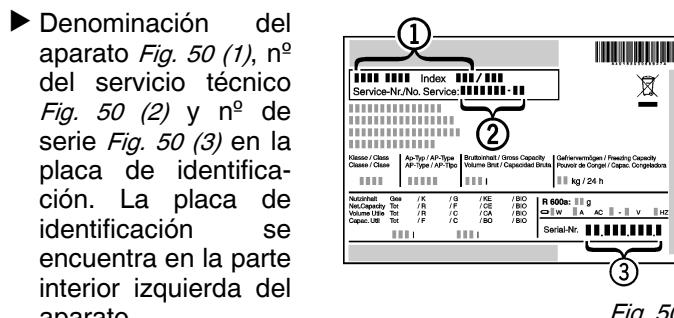

Fig. 50
- ▶ Denominación del aparato Fig. 50 (1), nº del servicio técnico Fig. 50 (2) y nº de serie Fig. 50 (3) en la placa de identificación. La placa de identificación se encuentra en la parte interior izquierda del aparato.
- ▶ Informe al servicio postventa e indique el fallo, la denominación del aparato Fig. 50 (1), el nº del servicio técnico Fig. 50 (2) y el nº de serie Fig. 50 (3).